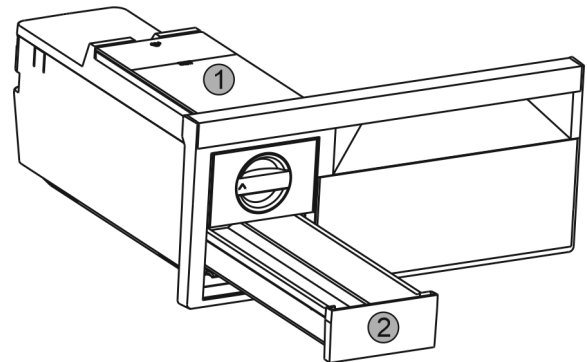

Fig. 69
- ▶ Rimuovere il serbatoio dell'acqua Fig. 69 (1) e il cassetto dei cubetti di ghiaccio Fig. 69 (2).